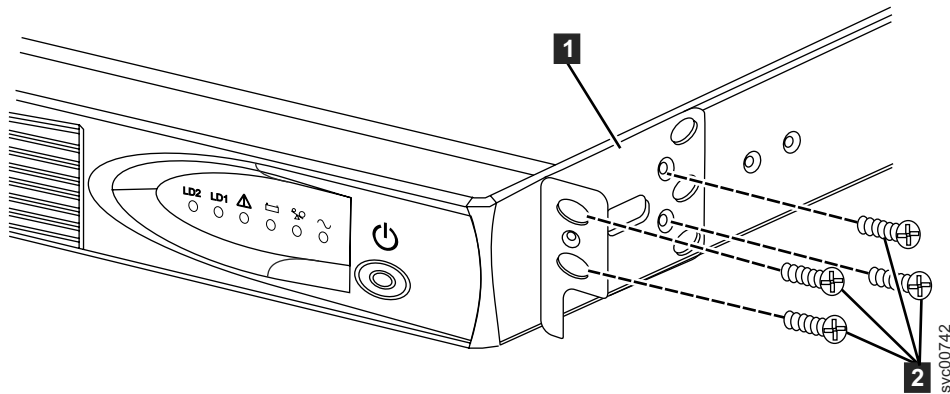

Figura 8. Instalando os Suportes de Montagem do 2145 UPS-1U para o 2145 UPS-1U
3. Conecte o lado longo de um suporte de montagem **1** em cada lado do 2145 UPS-1U usando quatro parafusos M3 × 6 **2** para cada suporte, conforme mostrado na Figura 8 na página 19.